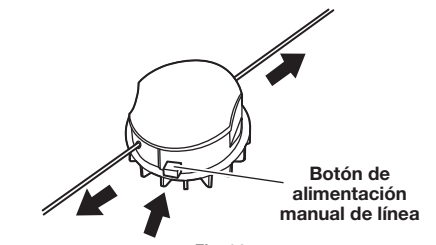

Fig. 14
3. Apriete y suelte el botón de alimentación manual, mientras tira ligeramente de una de las líneas hasta llegar a la cuchilla de línea (Fig. 14).